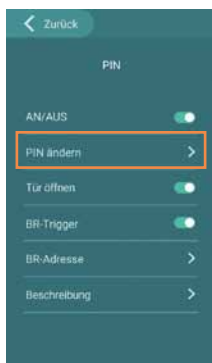

Abb. 8
- Über **PIN ändern** tragen Sie Ihre individuelle PIN ein bzw. ändern Sie eine bereits vorhandene PIN-Nummer (Abb. 8).